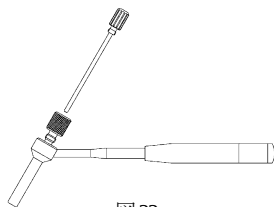

図 22
- 1) 4.0CCS 用プロテクションスリーブに 4.0CCS 用ドリルスリーブ, 13 ガイドピンスリーブを組み付け, 経皮的挿入器を用意します。(図 22)